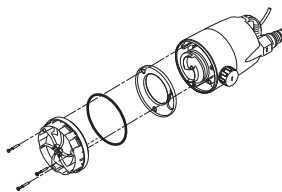

Abb. 13 Demontage des Fußstücks
3. Fußstück demontieren. Siehe Abb. 13.